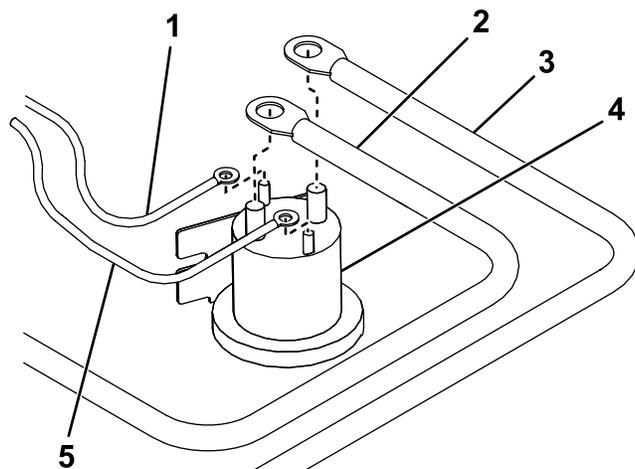

Figure 11
7. Branchez le fil blanc/noir du faisceau de câblage à la petite borne sur le solénoïde de la pompe (Figure 11).
8. Branchez le fil marron du faisceau de câblage à l'autre petite borne sur le solénoïde de la pompe (Figure 11).
10. Reliez le câble d'alimentation/de masse rouge à la grande borne sur le solénoïde de pompe (Figure 11).
11. Reliez le câble de batterie à l'autre grande borne sur le solénoïde de pompe (Figure 11).